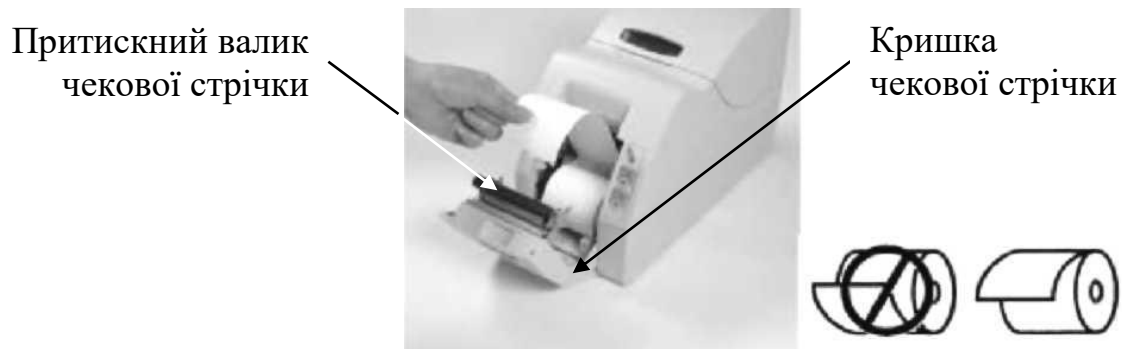

Рисунок 7 - Встановлення чекової стрічки
- натисніть кнопку (рисунок 6) та відкрийте кришку чекової стрічки (рисунок 7).
- вставте рулон паперу в нішу реєстратора (рисунок 7);
- притримуючи папір (рисунок 7), закрийте кришку;
- натисніть кнопку (рисунок 6) і відкрийте кришку чекової стрічки (рисунок 7);